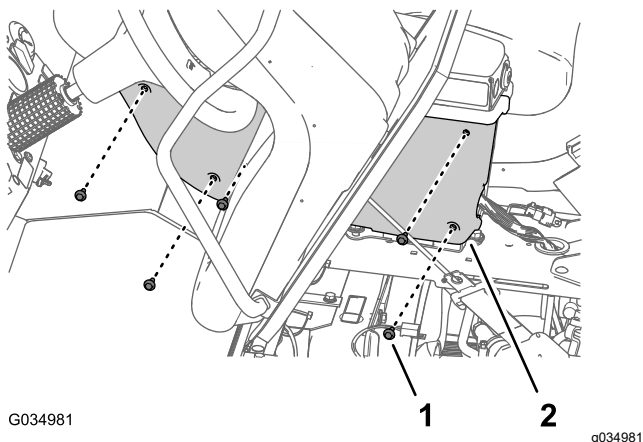

Figura 98
7. Monte la cubierta en la consola central con los 5 pernos con arandela prensada (1/4" x 3/4") que retiró previamente (Figura 98) y apriete los pernos a entre 520 y 678 N·cm.